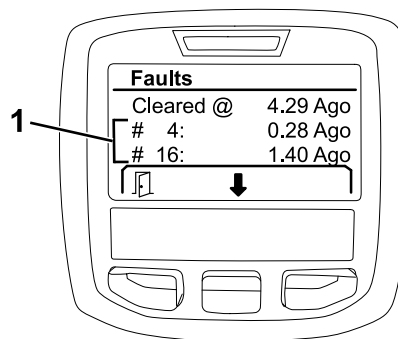

Figura 27
2. Controllate i guasti elencati nella schermata Guasti (Figura 27).